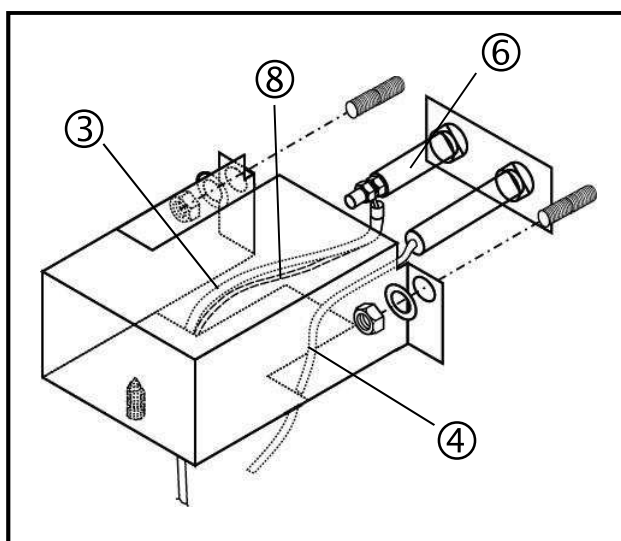

Fig. 20: Montaje de la protección contra descargas
- ⇒ Conecte el cable de ignición con puesta a tierra **(3)** con el electrodo de ignición **(6)** **(Fig. 20)**. Fije la puesta a tierra **(8)** del cable con un tornillo de chapa metálica de cabeza hexagonal en el diámetro interior de la protección contra descargas. Asegúrese que el asentamiento es correcto. **(Fig. 20)**
- ⇒ Monte la protección contra descargas en la carcasa del calentador y fíjela con dos tornillos de chapa metálica de cabeza hexagonal **(7)** **(Fig. 20)**.